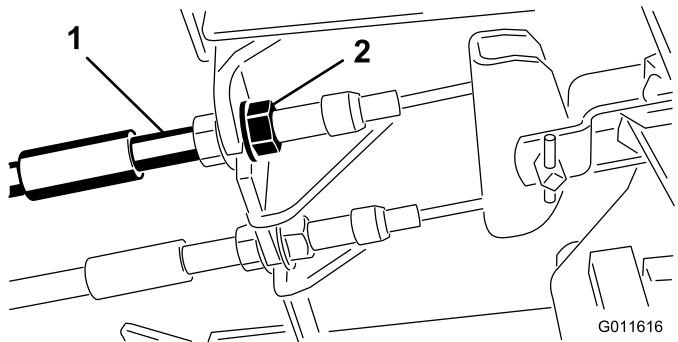

図 65
1. 遊びを減らすブレーキを締めるには、ブレーキケーブルのネジ山の前ナットをゆるめ、後ろのナットを締める(図 65)。